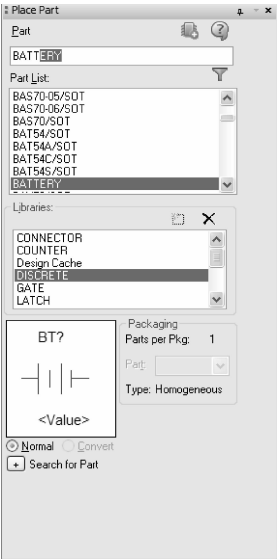

图 6-147 选择电源元件
4) 放置电源元器件。在“Place Part (放置元件)”面板中选择“DISCRETE. olb (分立式元件库)”，在元器件过滤列表框中输入“BATTERY”，在元件预览窗口中显示符合条件的元器件，如图 6-147 所示。将元器件放置到图样空白处。